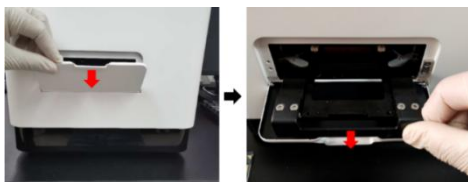

图 11
3.8.3 首先打开机器电源，打开制备卡载台盖板，拉出制备卡载台（图 11）。